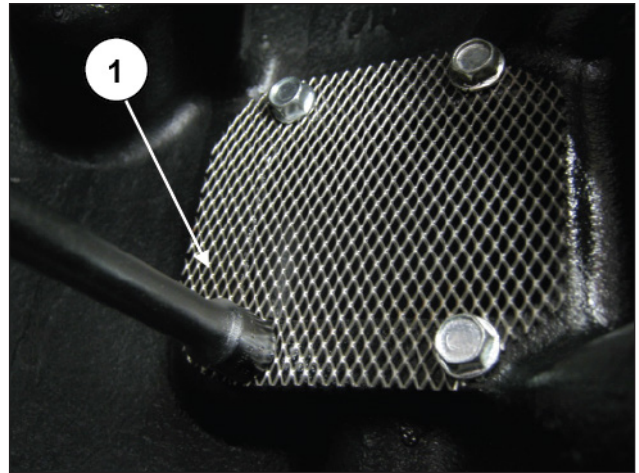

Fig. 68
Fijar la malla del filtro de aceite al cárter trasero con los cuatro tornillos M6 (pos. ①, Fig. 68).